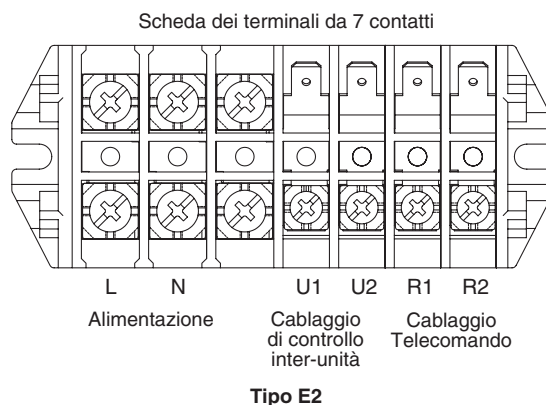

Fig. 4-2
- (1) Per una spiegazione di “B”, “C”, “D” ed “E” nel diagramma sopra, consultare la sezione “4-2 Lunghezza e diametro raccomandati per i cavi del sistema di alimentazione”.
- (2) Lo schema di collegamento di base dell'unità interna mostra la scheda dei terminali; la scheda installata nell'unità in uso potrebbe tuttavia differire. (Fig. 4-2)
- (3) L'indirizzo del circuito refrigerante (R.C.) deve essere impostato prima di accendere il sistema.
- (4) Per quanto riguarda l'impostazione dell'indirizzo del circuito del refrigerante (R.C.) si prega di vedere le istruzioni per l'installazione fornite con il telecomando (opzionale). L'impostazione automatica degli indirizzi può essere eseguita automaticamente dal telecomando. Anche per questa operazione si prega di vedere le istruzioni per l'installazione fornite con il telecomando (opzionale).